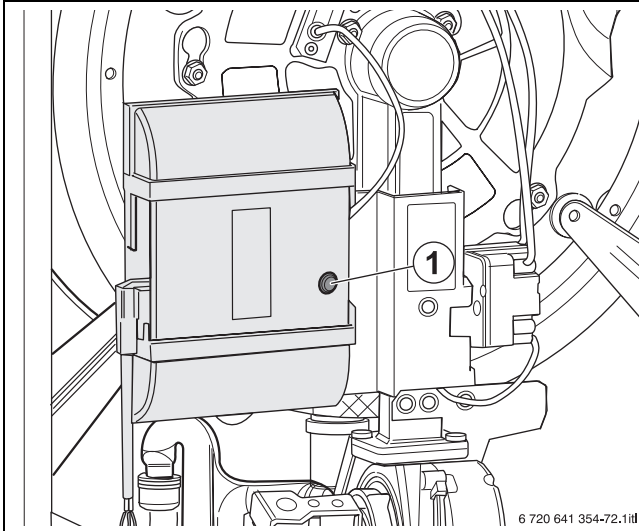

Bild 75 Störungen am Feuerungsautomaten SAFe zurücksetzen
- ▶ Taste **Reset** am Feuerungsautomaten drücken (→ Bild 75, [1], Seite 53).